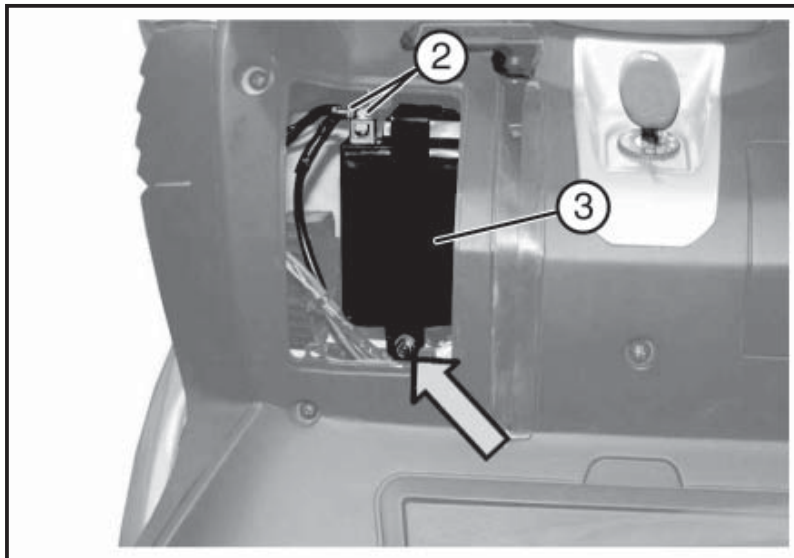

Abb. 02
- Die Kabeln «2 - **Abb. 02**» des Minuspols «-» und dann des Pluspols«+» abschließen.
- Die angegebene Schraube lösen und die Halterung entfernen «3 - **Abb. 02**».